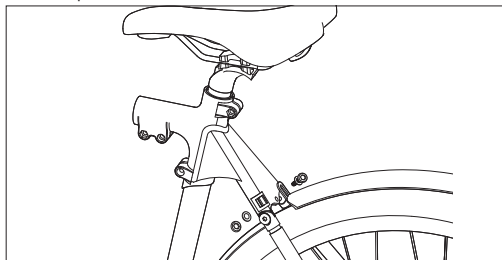

Figura 6-1
- Dopo aver allineato il parafango con il foro della vite, riavvita le viti di montaggio per fissarlo sulla giunzione del tubo del sellino, come mostrato in [Figura 6-1].